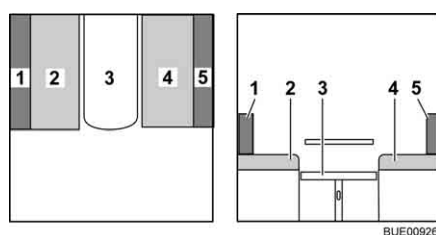

Fig. 93 Pendant la transformation
- Enlever le coussin de dossier (Fig. 93,5) et le placer de côté.
- Tirer le coussin d'assise (Fig. 93,2) vers le centre.